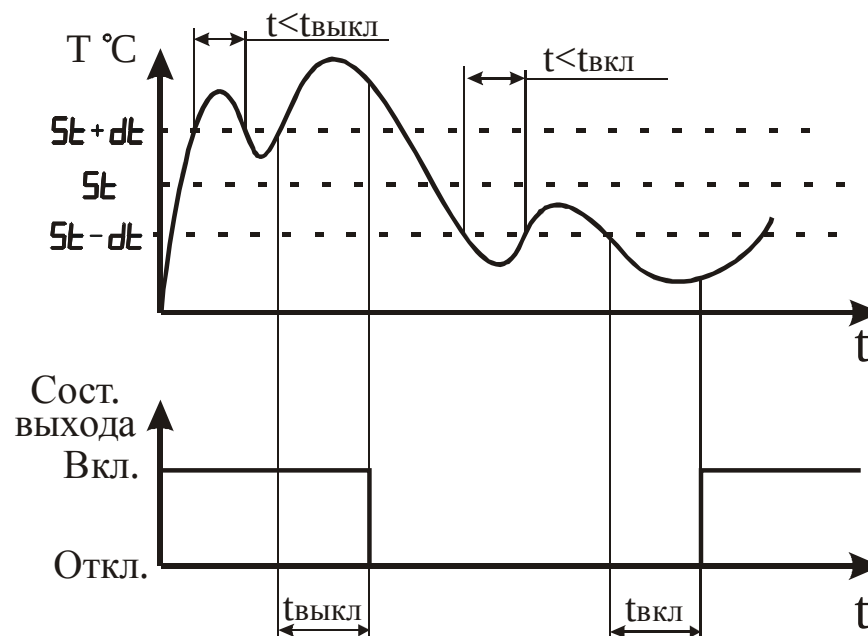

Рисунок 3.19 – Влияние параметров “Задержка включения выходного устройства” и “Задержка выключения выходного устройства” на состояние выходного устройства
3.3.3.11 Параметры “Задержка включения выходного устройства” и “Задержка выключения выходного устройства” предназначены для защиты выходного устройства от частых срабатываний. Прибор включает (выключает) выходное устройство, если условие, вызывающее изменение его состояния, сохраняется, как минимум, в течение времени, установленного в этих параметрах (см. рисунок 3.19).